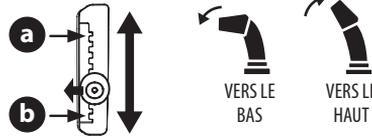

Figure 66
Déplacez le levier vers l'avant ou l'arrière pour faire pivoter la goulotte supérieure vers le bas ou vers le haut. Voir Figure 66.
- **Pour réduire la distance d'éjection de la neige :** Déplacez le levier vers l'avant pour faire pivoter la goulotte supérieure vers le bas. Voir Figure 66.
- **Pour augmenter la distance d'éjection de la neige :** Déplacez le levier vers l'arrière pour faire pivoter la goulotte supérieure vers le haut. Voir Figure 66.
- **Pour réduire la distance d'éjection de la neige :** Désengagez le levier de la position de réglage actuelle. Déplacez le levier vers l'avant pour faire pivoter la goulotte supérieure vers le bas à la position de réglage désirée (a). Voir Figure 66.
- **Pour augmenter la distance d'éjection de la neige :** Désengagez le levier de la position de réglage actuelle. Déplacez le levier vers l'arrière pour faire pivoter la goulotte supérieure vers le haut à la position de réglage désirée (b). Voir Figure 66.